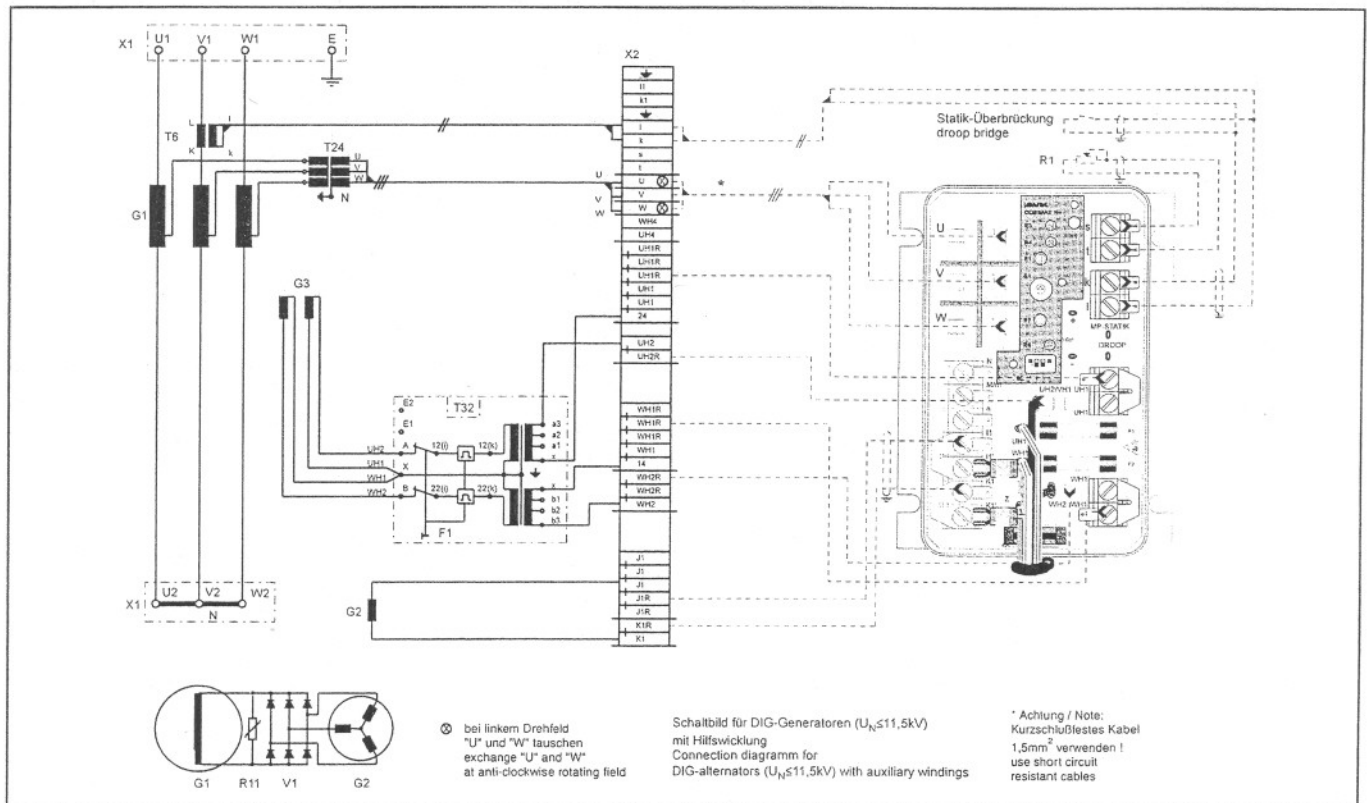

Рис.31– Внешний монтаж для генераторов DIG с  $U_{НОМ} \leq 11,5 \text{ кВ}$
**(Рис.31– Внешний монтаж для генераторов DIG с  $U_{ном} \leq 11,5$  кВ)**